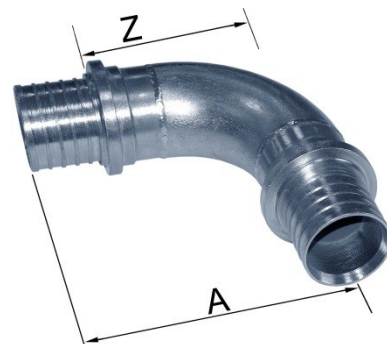

Рис.11. Угольник
3.2.5. Угольник 90° (см. рис. 11) применяется при поворотах тепловой сети в случаях ограниченного радиуса изгиба (минимальные радиусы изгиба для трубопроводов ТВЭЛ-ПЭКС (Изопэкс) представлены в таблице 1), при поворотах в непроходном канале при невозможности демонтажа стенок каналов. Является пресс-соединением, необходима комплектация монтажными гильзами из нержавеющей материала (нерж. ст., латунь).